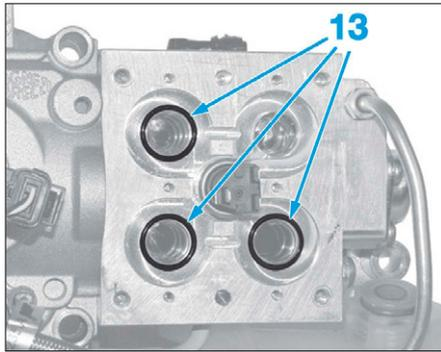

FIG. 38
- Remplacer les joints toriques (13) (Fig.38).